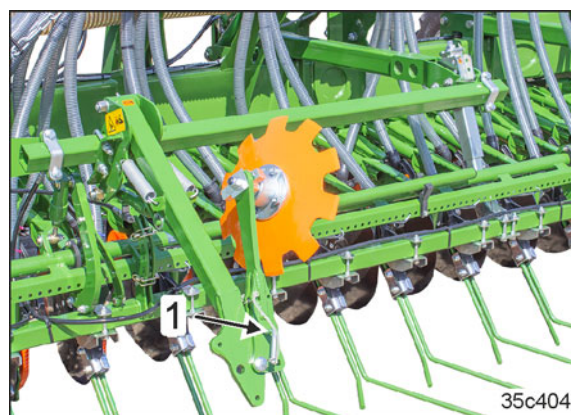

Fig. 243
6. Fixați îmbinarea cu bolțul (Fig. 243/1) și asigurați-o.